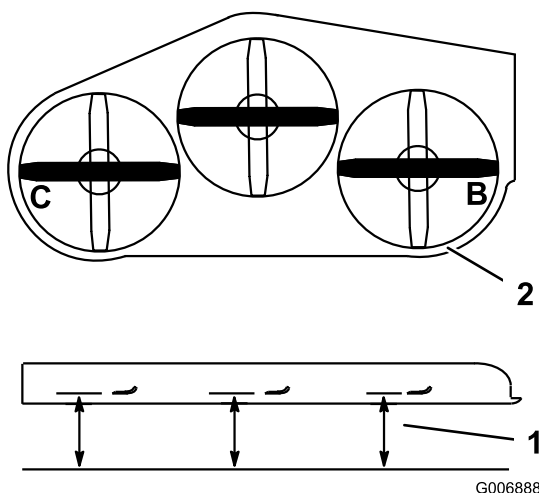

Figure 83
1. Tournez la lame **droite** latéralement (Figure 83).
2. Mesurez la distance au point **B** entre la surface plane et le tranchant de la pointe de la lame droite (Figure 83).
4. Tournez la lame gauche latéralement (Figure 83).
5. Mesurez la distance au point **C** entre la surface plane et le tranchant de la pointe de la lame gauche (Figure 83).